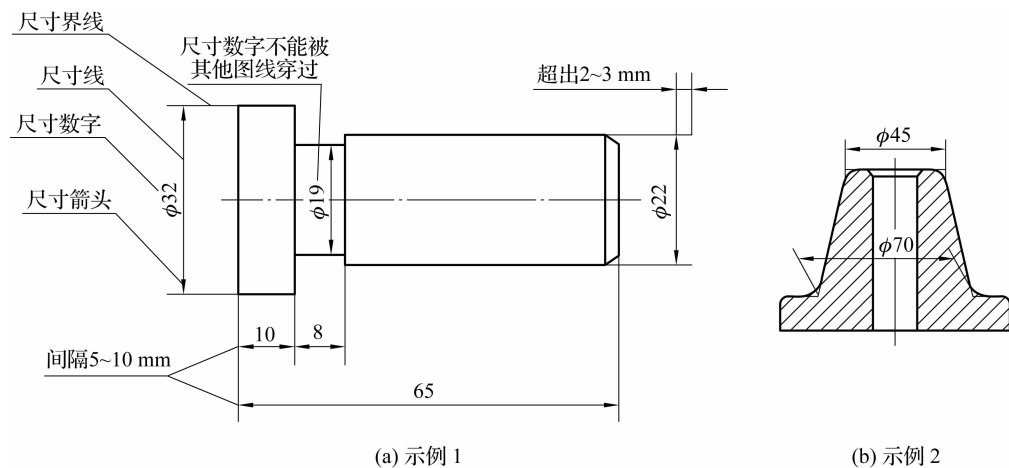

图 1-1-8 尺寸标注示例
(4) **尺寸终端**。尺寸终端有箭头和斜线两种形式。箭头的形式适用于各种类型的图样。尺寸标注示例如图 1-1-8 所示。